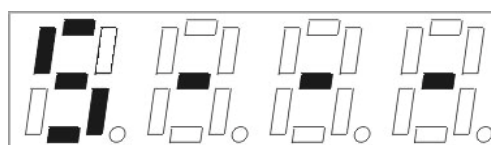

Рисунок 24
- Последовательно нажимая кнопку «МЕНЮ», выбрать номер пункта меню – «5» (рисунок 24).